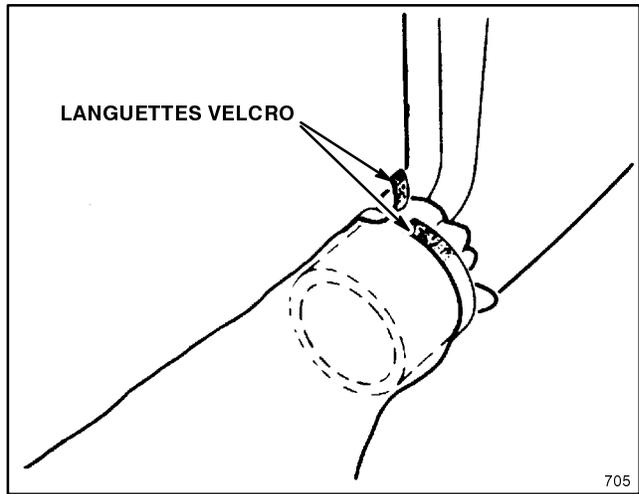

Figure 5
5. Glisser l'ouverture du sac sur la sortie d'air. Passer la sangle autour du goulot du sac et la serrer fermement en faisant se chevaucher les languettes en velcro (Fig. 5).